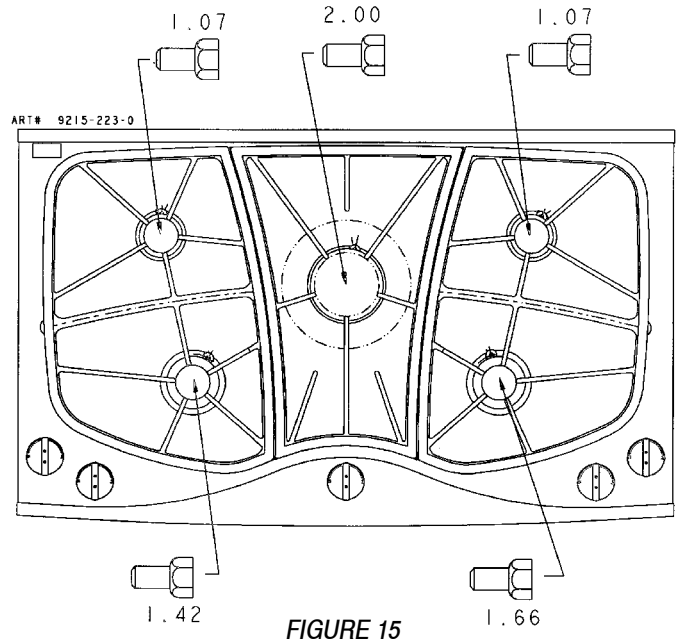

FIGURE 15
4. Pour l'étape 5 : Trouver les raccords à orifice montés sur l'appareil à l'origine, avant sa conversion au GPL. Observer le nombre que porte chaque raccord et noter l'emplacement de brûleur correct pour chacun à la figures 15 et 16.